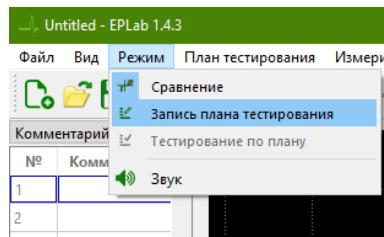

Рисунок 33. Пункт меню "Запись плана тестирования" ПО EPLab.
2. Перейдите в запись плана тестирования, для этого выберите пункт меню "Режим" -> "Запись плана тестирования" (Рисунок 33) или нажмите на иконку  на верхней панели.